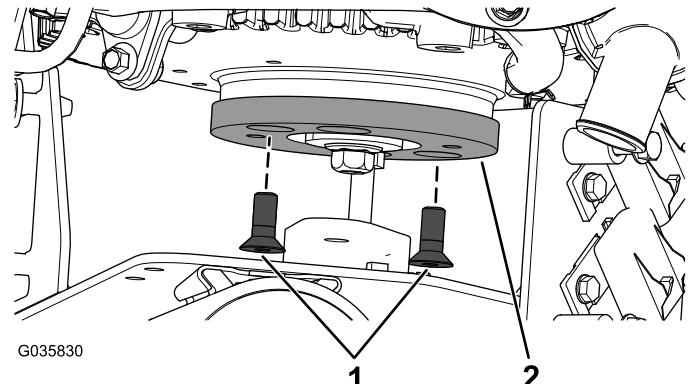

Figura 5
- Rimuovete il pezzo di connessione (Figura 5).
- Rimuovete le viti a testa piana a esagono incassato dal pezzo di connessione (Figura 5).